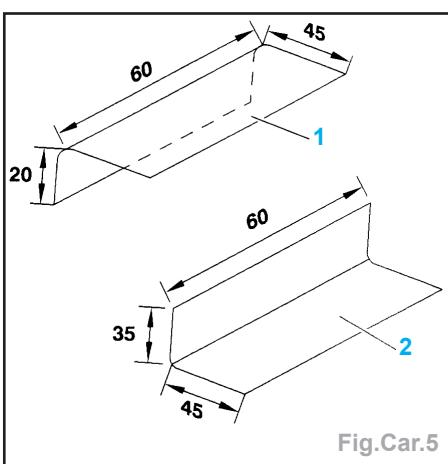

Fig.Car.5
- Tracer puis découper les deux renforts (1 et 2) dans les parties de la pièce restante (Fig.Car.5).